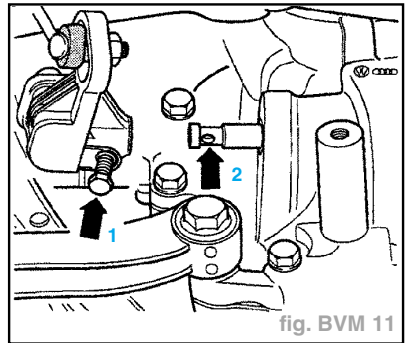

fig. BVM 11
- Remplacer systématiquement la vis de fixation (flèche 1) du doigt de commutation ; elle est prétraitée avec du produit de scellement (fig. BVM 11).